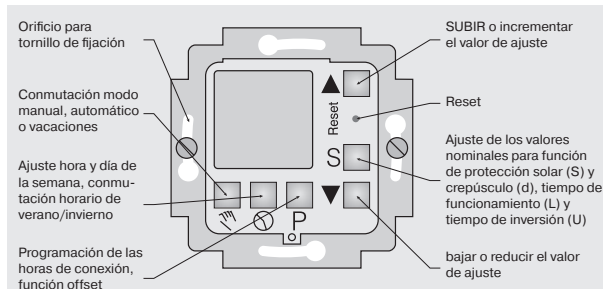

Fig. 2
- Fije el reloj enroscando los dos tornillos incluidos en el suministro en los orificios de la caja empotrada (Fig. 2).
Si tras una falla de red (24 horas) o al efectuar la primera instalación no aparece ninguna indicación en el visualizador al cabo de 10 segundos, presione la tecla "Reset" representada en la Fig. 2. Ahora aparece la indicación intermitente 12:00 en el visualizador.